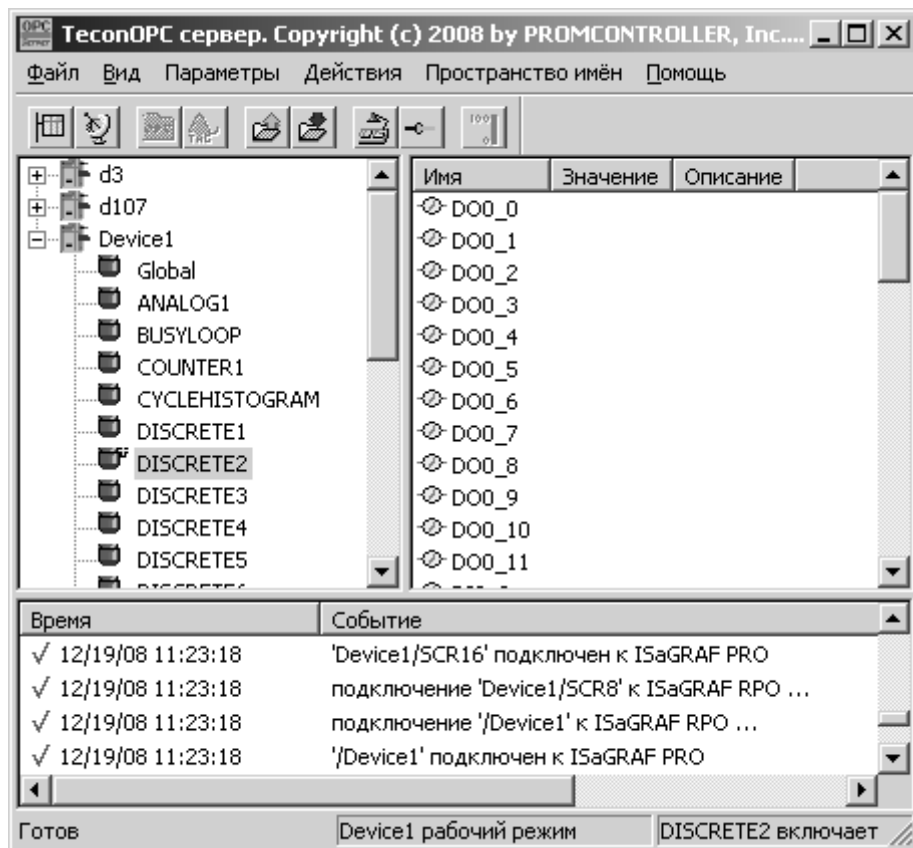

Рисунок 4.26 - Представление массива набором тэгов
- 6) если в проекте есть массивы и структуры, то в пространство имён они попадают разбитыми на отдельные тэги, при этом имя формируется из имени переменной, имени поля и индекса массива. По умолчанию разделителем между именем переменной, полями структур и индексами массивов является символ «_» (например, переменная массив DO0 из 12 элементов будет разбита на 12 тэгов см. Рисунок 4.26). При подключении в качестве разделителя можно выбрать либо «_» либо «.» (см. Рисунок 4.27, Рисунок 4.28).